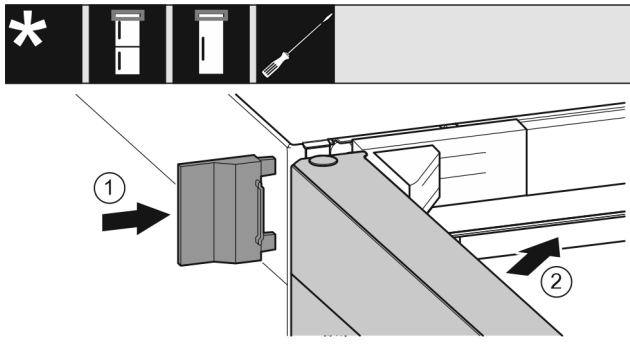

Fig. 26
▶ 插入外盖 Fig. 26 (1)。
▶ 关闭冰箱上方门 Fig. 26 (2)。